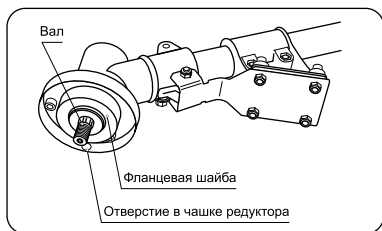

рис. 2
7. Установите планку защитного кожуха, зафиксировав ее на редукторе с помощью винта (рис. 2). Установите защитный кожух и зафиксируйте его четырьмя винтами.